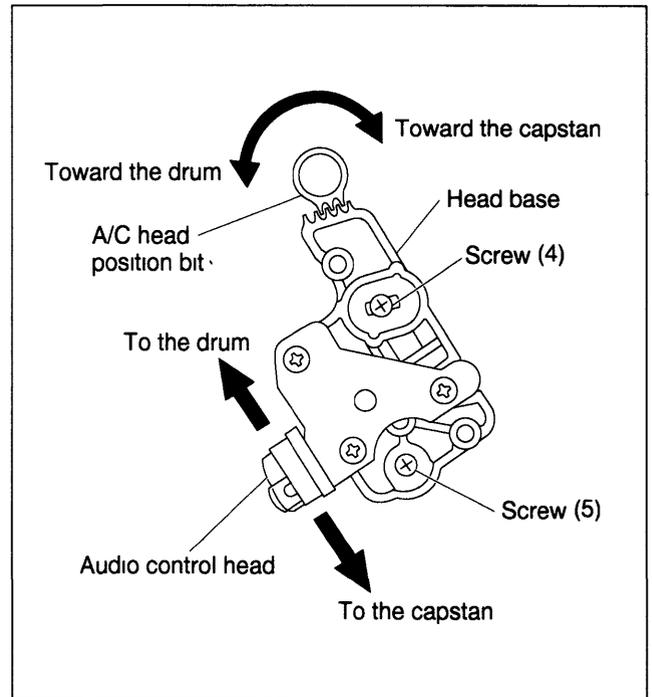

Fig 2-4-6
- (1) Conecte o osciloscópio ao TP106 (PB FM/COL) do Painel Principal e a entrada de sincronismo externo ao TP111(D FF) do Painel Principal
- (2) Reproduza a fita de alinhamento (SP) e verifique a forma de onda FM
- (3) Pressione as teclas de canal (▲) e (▼) simultaneamente durante reprodução para acessar o modo manual de tracking (Isto deve ajustar o tracking para a posição central)
- (4) Solte os parafusos (4) e (5) de modo que a chave de posicionamento da cabeça A/C esteja na posição com indicado na Fig 2-4-6
- (5) Gire a cabeça A/C totalmente na direção do capstan. Então retorne gradualmente a cabeça A/C na direção do Cilindro e pare quando a forma de onda de FM alcançar a máxima amplitude pela primeira vez. Então aperte o parafuso (4) temporariamente
- (6) Reproduza a fita de alinhamento (EP)
- (7) Pressione as teclas de canal (▲) e (▼) simultaneamente durante reprodução para acessar o modo manual de tracking (Isto deve ajustar o tracking para a posição central)
- (8) Execute a operação de tracking e verifique se a forma de onda FM permanece na sua máxima amplitude
- (9) Se não estiver no máximo, solte temporariamente o parafuso (4) e gire um pouco a chave de posicionamento para ajustar a cabeça A/C em torno da área em que a forma de onda atinge a máxima amplitude. Então aperte os parafusos (4) e (5)